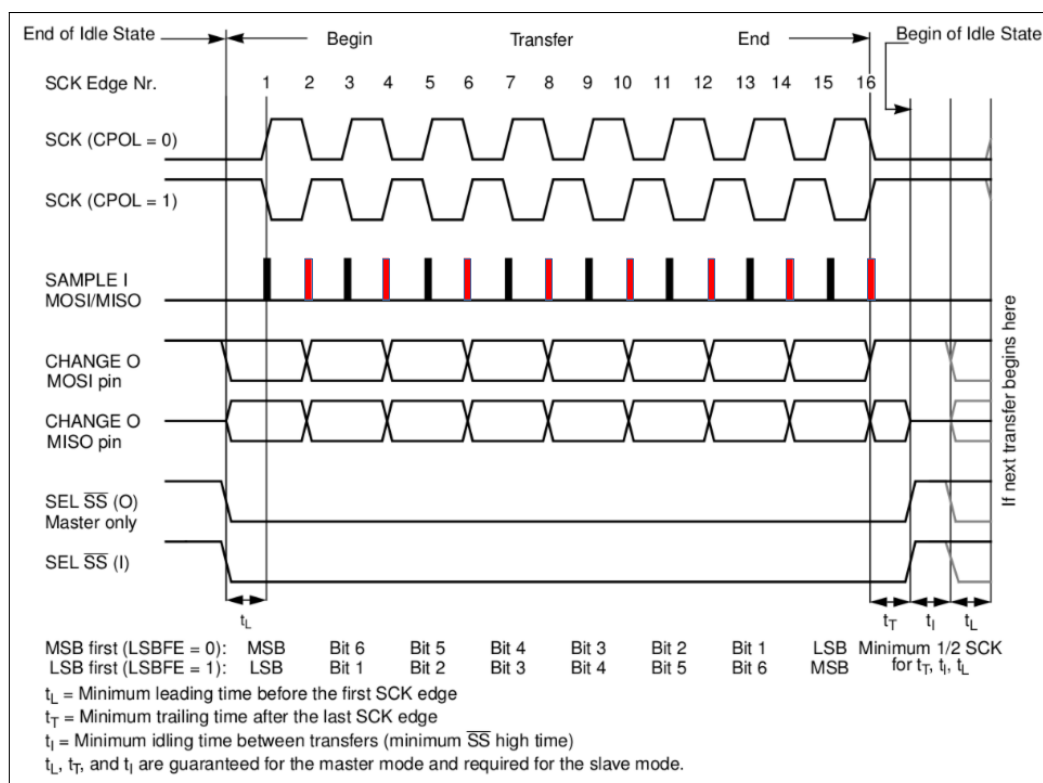
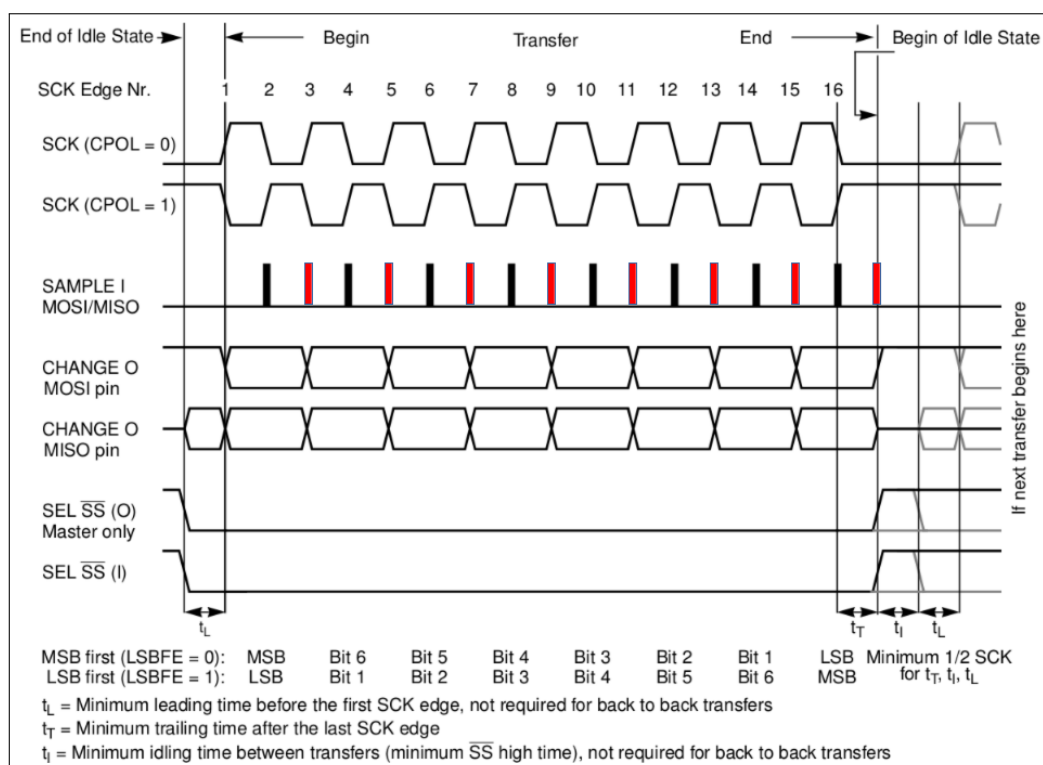

图 23.7-1. SPI 时钟模式 0 和时钟模式 2
图 23.7-2. SPI 时钟模式 1 和时钟模式 3
SPI 协议支持四种时钟模式, 即模式 0~3, 见图 23.7-1 和图 23.7-2。
- 在主机模式下，默认采用延后半拍 `SPI_CLK` 的时序补偿方案，如图 23.7-1 和图 23.7-2 所示；也可通过配置寄存器切换为标准采样模式。